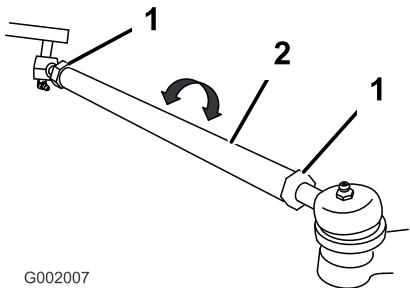

Bild 59
5. Wenn der Wert nicht im angegebenen Bereich liegt, lösen Sie die Klemmmuttern an beiden Ende der Zugstangen (Bild 59).